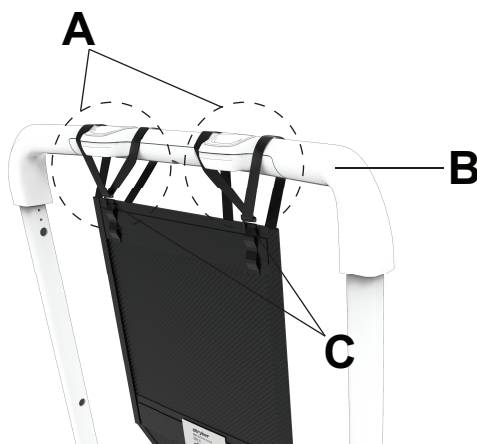

Figura 31 – Fissare le cinghie alla barra di sostegno
2. Avvolgere la cinghia del supporto testa sinistra (A) attorno al lato sinistro della barra di sostegno (B). La cinghia deve avvolgere i lati del pulsante AVVIA sinistro. Fissare il gancio (C) all'anello sul supporto testa per fissare la cinghia attorno alla barra di sostegno (Figura 31).